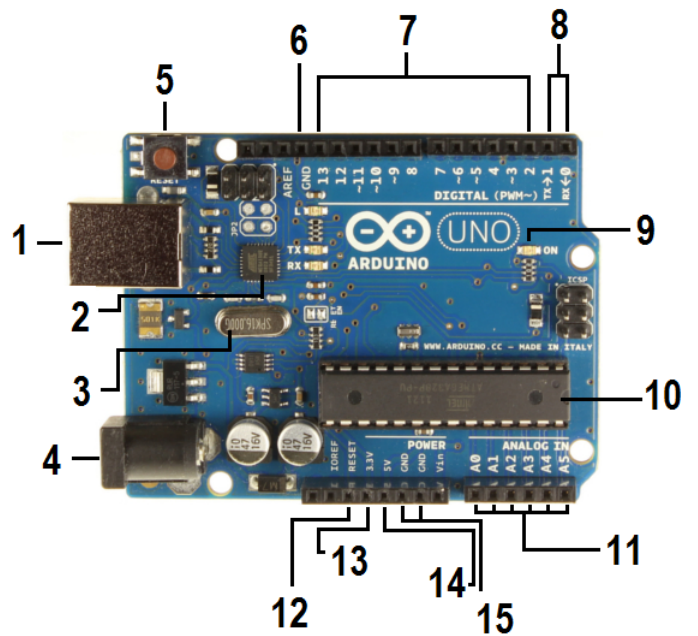

Figura 2: Arduino UNO.
2. Complete a tabela referente a cada componente presente na placa do Arduino UNO, representado na Figura 2.